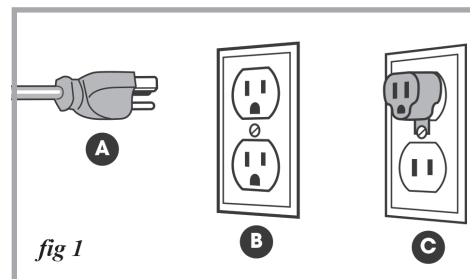

fig 1
4. Soulevez l'ensemble de la tête (I, fig.1) ci-dessus et faites-le glisser sur le haut de la colonne.